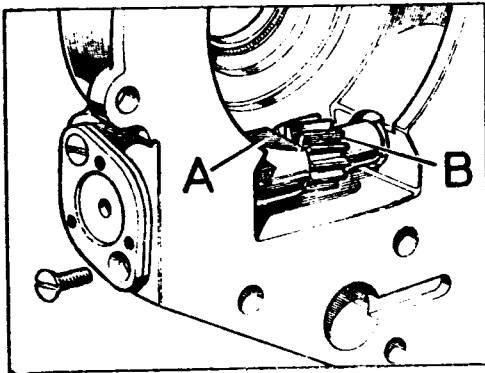

Fig. C1-24 Alineación del manguito
- 3.3. Montar el piñón, B (Fig. C1-24) y el manguito, A, asegurándose de que la superficie destalonada del manguito queda hacia el sinfín de la transmisión del velocímetro.
- 3.4. Montar la placa retenedora, C (Fig. C1-24) y la junta, fijándola con sus tornillos, D.